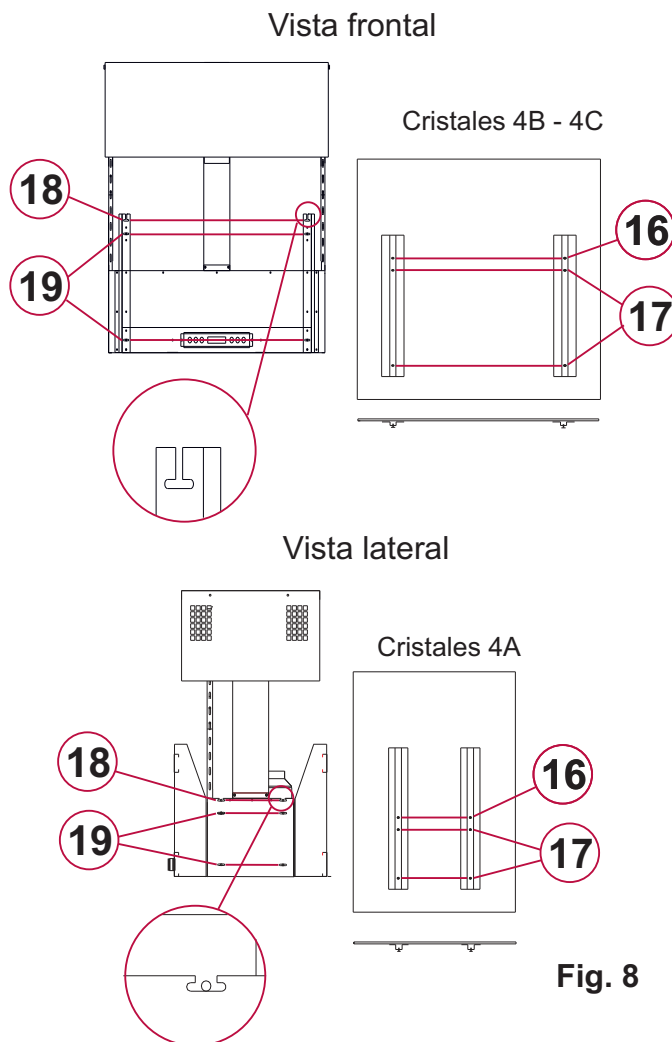

Fig. 8
- Montar los cristales(4) de a uno por vez, haciendo coincidir los tornillos de posicionamiento (16) fijados en el interior de los cristales con las perforaciones (18) presentes en el cajón porta extractor (6). No ajustar estos tornillos, los mismos son solo de posicionamiento. Fig. 8.
- Colocar y ajustar los tornillos (17), provistos, en las perforaciones (19) sin hacer tope, para poder regular los cristales a medida que se van montando. Los cristales deben montarse centrados respecto al cajón porta extractor. Fig. 8.